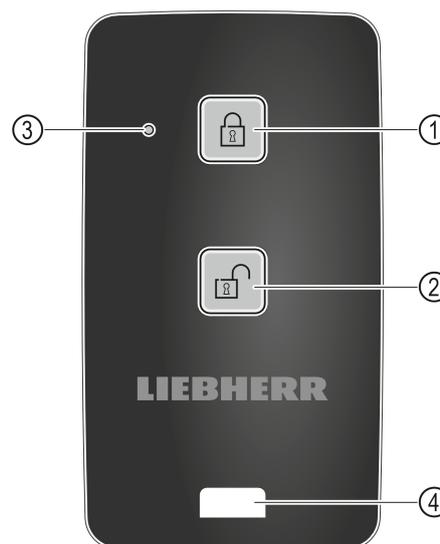

Fig. 108
- (1) Bloccare la serratura
- (2) Sbloccare la serratura
- (3) LED di stato
- (4) Occhiello di fissaggio
- ▶ Premere il tasto Fig. 108 (1) sul telecomando.
- ▶ Premere il tasto Fig. 108 (2) sul telecomando.
- ▶ Il LED di stato Fig. 108 (3) fornisce un feedback visivo quando viene premuto un pulsante.
- ▶ Occhiello Fig. 108 (4) per agganciare il telecomando, ad esempio a un portachiavi.